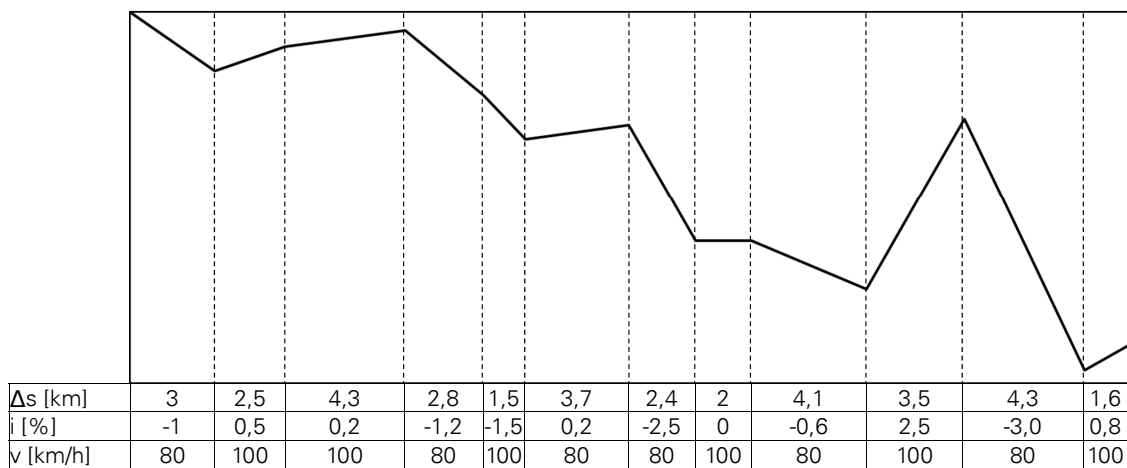

Abbildung 3.2: Streckenprofil von A nach B zur **Wahlaufgabe Straßenverkehr**
3. Das Fahrzeug durchfährt die in Abbildung 3.2 dargestellte Strecke von A nach B. Es wird angenommen, daß die auf dem Fahrzeug installierte Antriebsleistung ausreicht, um die Soll-Geschwindigkeit zu erreichen. Prüfen Sie, auf welchen Streckenabschnitten im Gefälle die zulässige Geschwindigkeit nur eingehalten werden kann, wenn eine Beharrungsbremmung eingeleitet wird. Bestimmen Sie für jeden Abschnitt die erforderliche Bremskraft und Bremsleistung sowie die an den Bremsen umgesetzte Energie. Berücksichtigen Sie dabei die Tatsache, dass sich bei Straßenfahrzeugen beim Ausrollen mit eingelegtem Gang eine zusätzliche Widerstandskraft ergibt, die aus dem Schleppmoment des Motors im Schubbetrieb (Motor wird über die Räder mitgedreht) resultiert. Setzen Sie dafür im vorliegenden Fall für $v = 80 \text{ km/h}$ eine Kraft von 1,6 kN und für $v = 100 \text{ km/h}$ eine Kraft von 1,9 kN an.